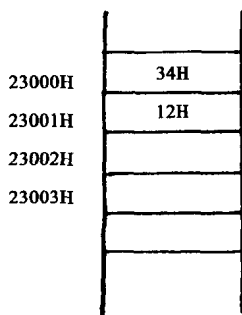

图 2-1
1. 掌握 16 位字在字节编址的内存中存放的规则——低位字节存放在低地址单元，高位字节存放在高地址单元，如图 2-1 所示。图中 16 位字为 1234H，存放在内存地址为 23000H 和 23001H 两个内存单元中，16 位字中的低 8 位 34H 存放在低地址（23000H）单元，高 8 位 12H 存放在高地址（23001H）单元。在程序中该 16 位字 1234H 在内存单元中的地址用 23000H 表示。